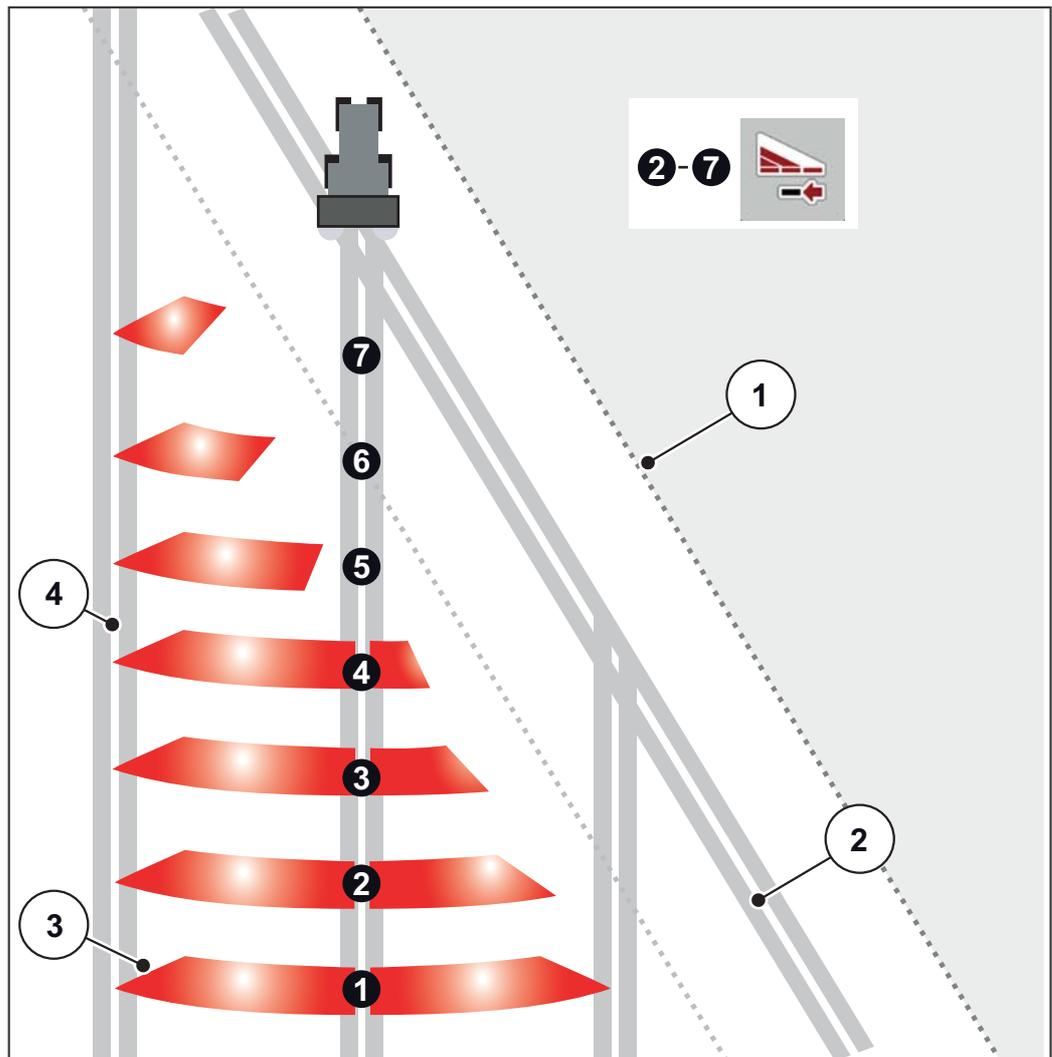

Bild 5.3: Automatische Teilbreitenschaltung
- **Nur AXIS.2:** Die Teilbreitenschaltung ist von Außen nach Innen oder von Innen nach Außen möglich. Sie können bis zu 8 Teilbreiten reduzieren. Siehe Bild 5.3.